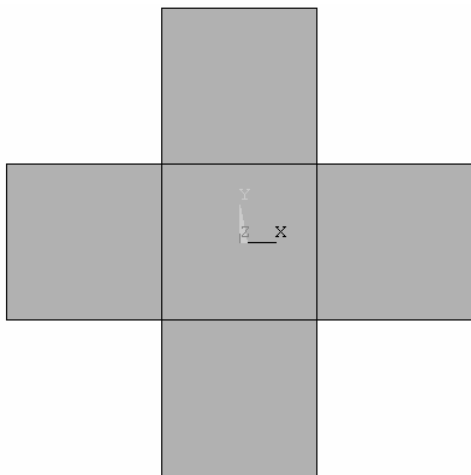

图 2-75 两个矩形
(2) 继续对“Create Rectangle by Dimensions”窗口进行如下操作：在“X1, X2 X-coordinates”后的两个方框中分别输入“-0.3”、“0.3”，在“Y1, Y2 Y-coordinates”后的两个方框中分别输入“-0.1”、“0.1”，单击“OK”按钮，生成第二个面（见图 2-75）。